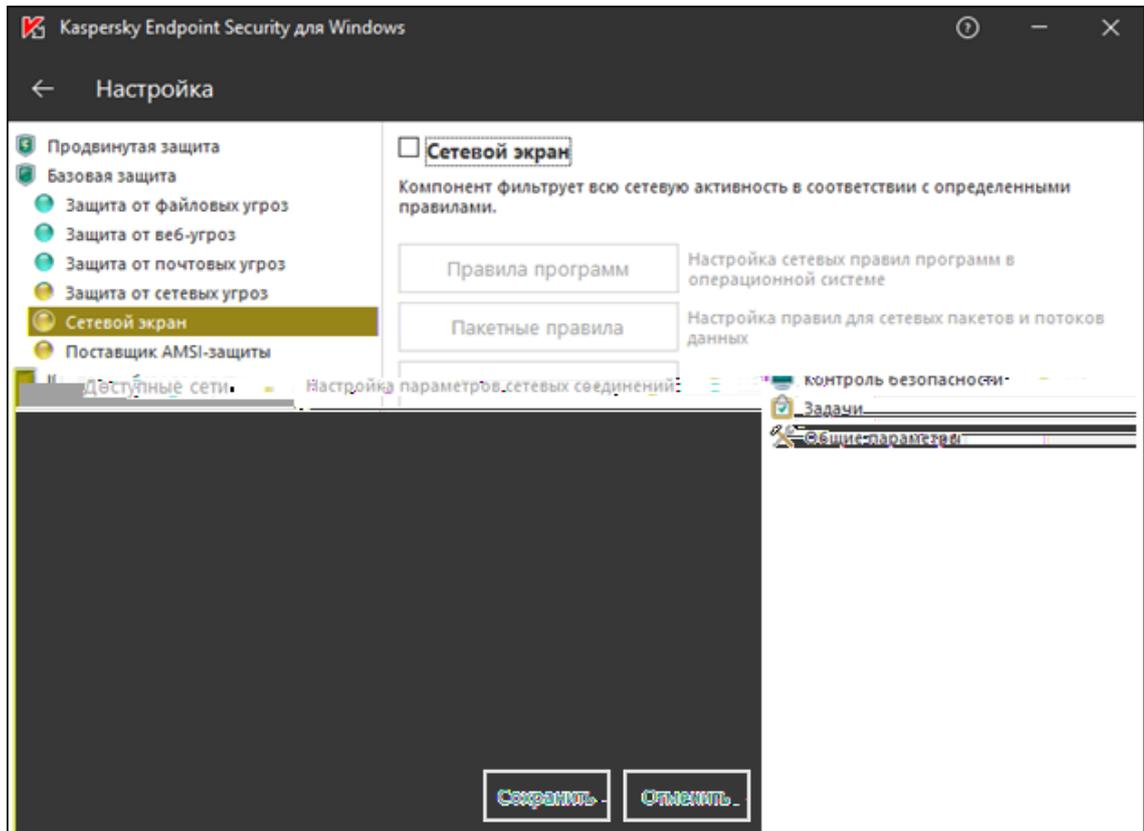

Рисунок 472 - Сетевой экран
f. На сервере Redkit отключите **Сетевой экран** (Рисунок 472).